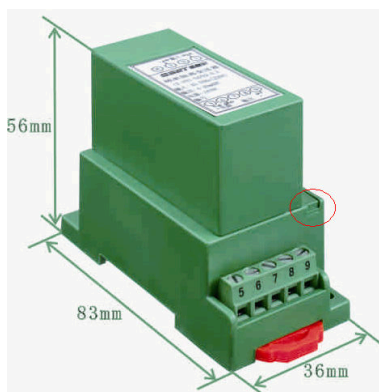
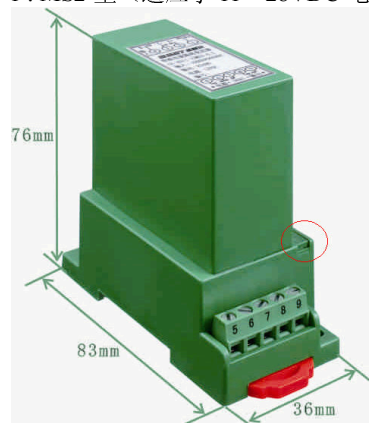
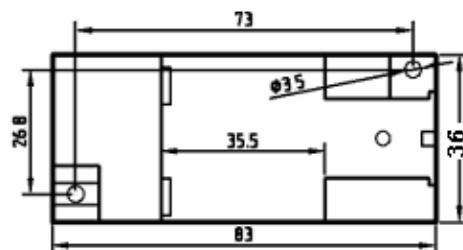
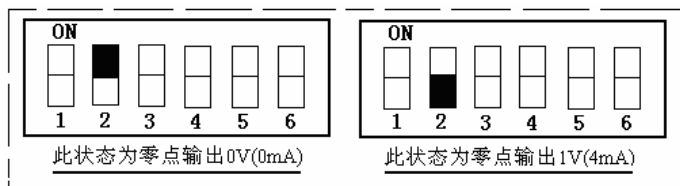

图 1: MS2 型 (适用于 11~28VDC 电源产品)
图 2: MS3 型 (适用于 85~220VAC/DC 电源产品)
图 6 产品安装尺寸图
图 7
打开图 1/图 2 中红圈中的小窗口可以看到产品内部的一个 6 位拨码开关，按开关设置输出如下图 7：
- ① 把变送器固定卡槽一侧勾在安装导轨上；
- ② 向下牵动弹性锁销（如图 1 底端红色弹性锁销）；
- ③ 使变送器卡口套在安装导轨上；
- ④ 松开弹性锁销，变送器卡在安装导轨上。
- ① 按图 6 所示的螺孔位置在固定板上打直径为 4mm 孔；
- ② 使用小于 $\Phi 3.5$ 的螺钉插入孔中固定。